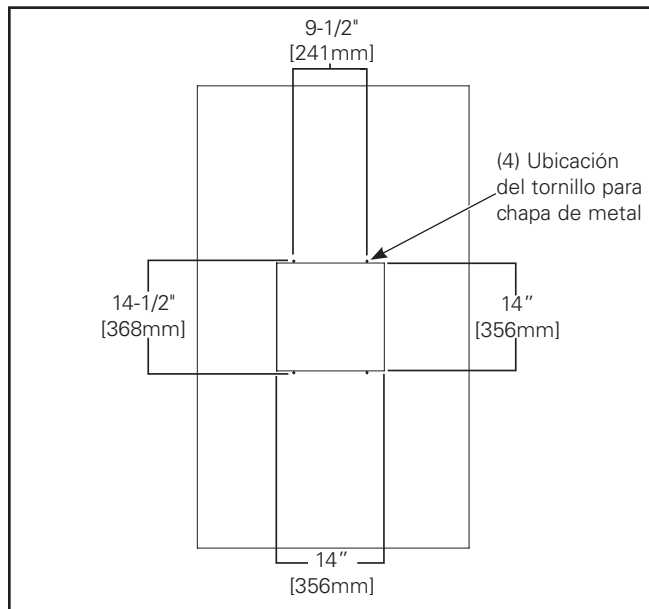

Figura 1a.
4. Usando la abertura existente como punto central, corte una abertura cuadrada de 14 x 14 pulgadas en la fascia con la plantilla provista (Figura 1a).
6. Debajo de la fascia, utilizando la abertura existente como punto central, corte la abertura cuadrada de 14 x 14 pulgadas en la fascia con la plantilla provista (Figura 1a).